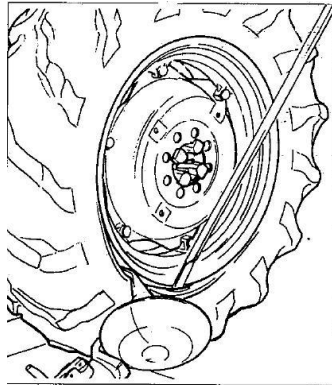

Fig.7.11
- 5) Indsæt håndtaget LA (se Fig.7.11) mellem fælg og vulst til højre for krogen.